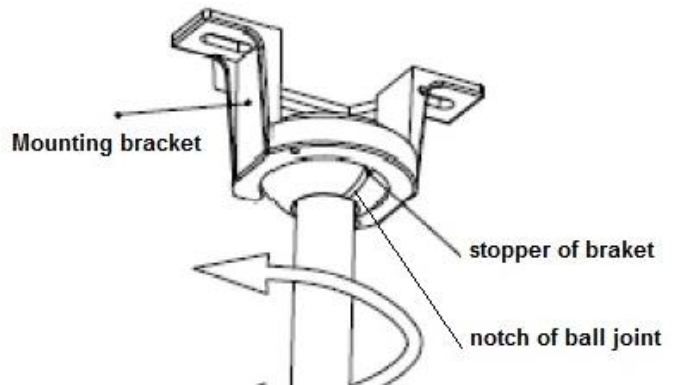

Fig. 5
- Assurer que l'encoche du joint à rotule est placée sur la butée du support de montage pour empêcher la rotation du ventilateur lorsqu'il sera en fonctionnement. Figure. 5